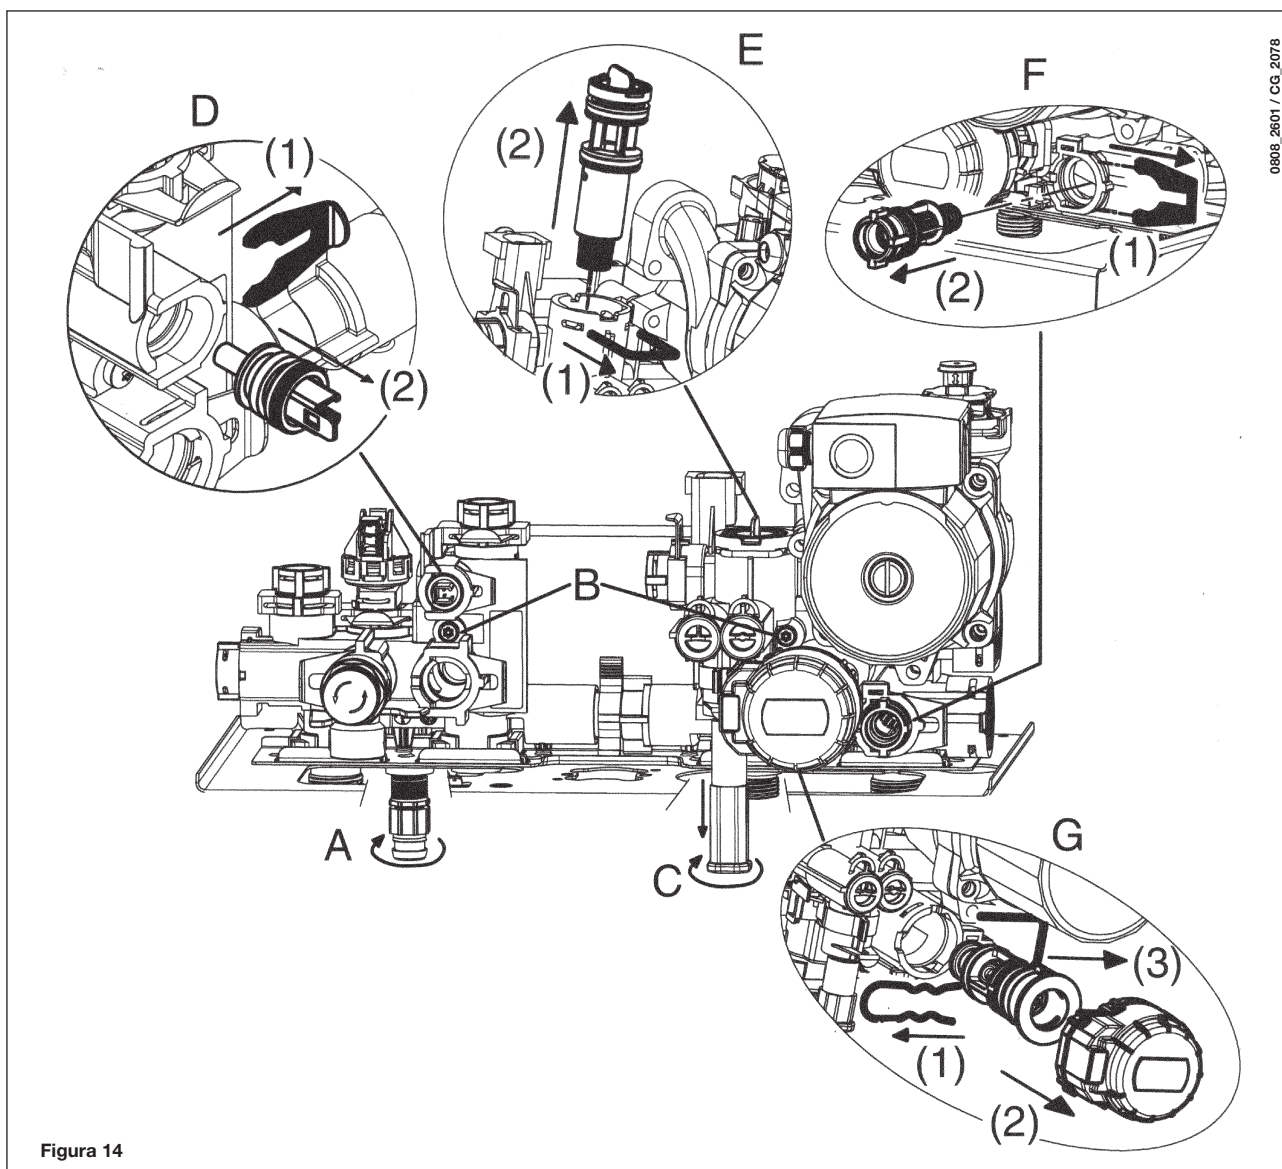

Figura 14
- svuotare l'acqua contenuta nel circuito di riscaldamento aprendo il rubinetto A di figura 14.
- per estrarre la cartuccia del filtro di riscaldamento è necessario prima rimuovere il motore della valvola 3 vie (1-2G - figura 14);
- Rimuovere la clip 1E di figura 14
- Togliere il filtro (2E figura 14).